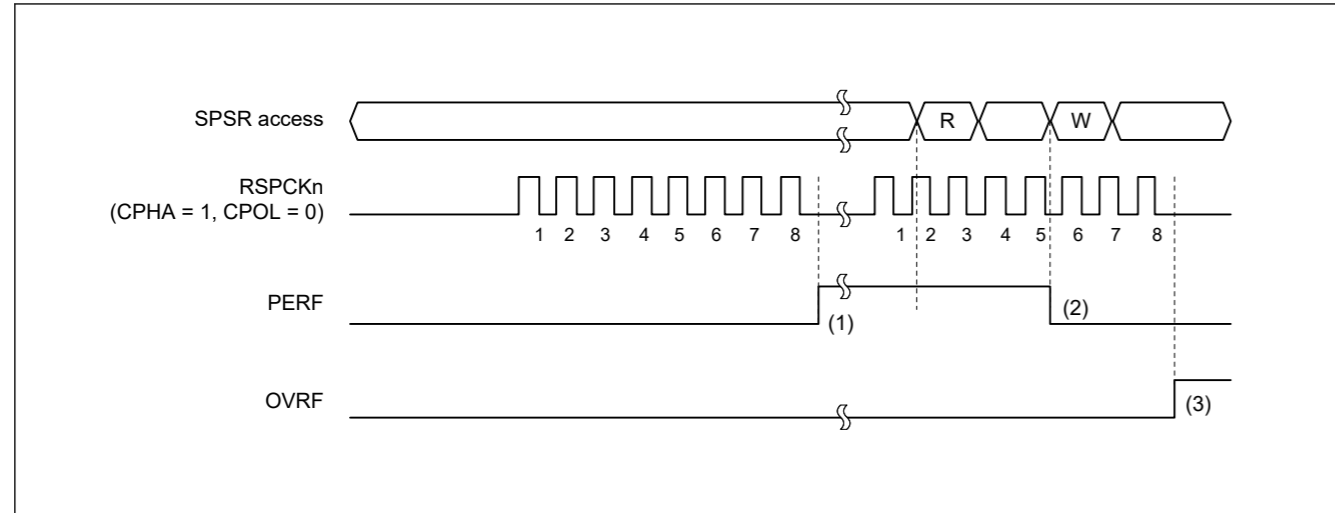

Figure 27.31 Operation example of the PERF flag
图27.31显示了OVRF和PERF标志的操作示例。图27.31所示的SPSR访问表示访问寄存器的条件，其中W表示写周期，R表示读周期。在本例中，当SPCR2.SPPE位为1时执行全双工串行通信。当SPCMD0.CPHA位为1且SPCMD0.CPOL位为0时，SPI执行8位串行传输。波形表示RSPCK周期数，例如传输的位数。
The operation of the flags at timings (1) to (3) in Figure 27.31 is as follows: